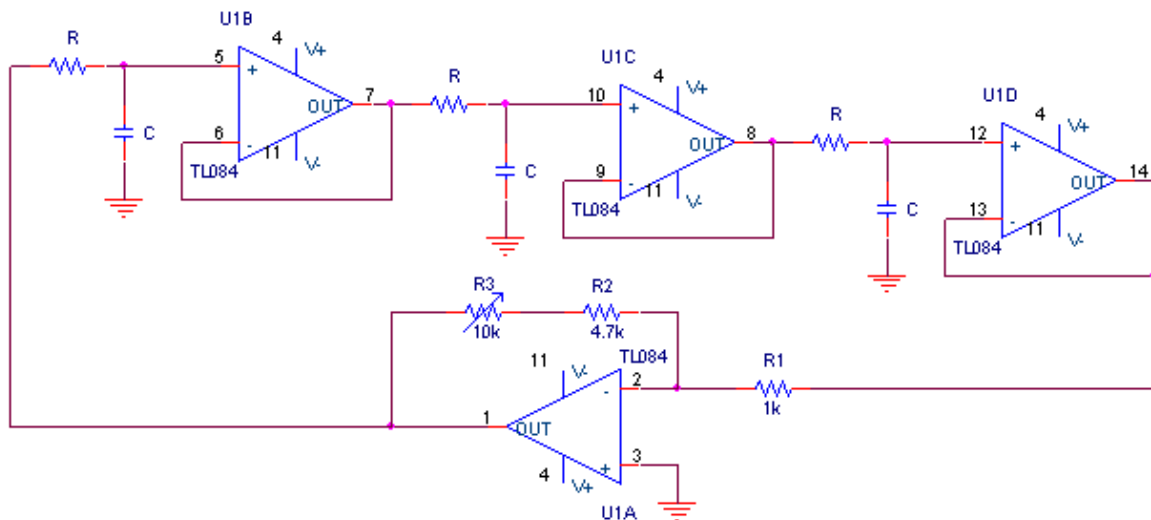

Figura 2 – Circuito oscilador implementado através de redes RC.
Neste experimento será implementado um oscilador composto por três redes passa-baixas (parte passiva) que fornecerão parte da defasagem necessária, e um amplificador inversor a opamp (parte ativa) que fornecerá ganho e o restante da defasagem. O circuito a ser montado é mostrado na Figura 2.
2) Monte o circuito da Figura 2 em malha aberta, sem a conexão da saída do amplificador inversor com a rede RC. Aplique um sinal senoidal de 5 kHz no resistor de entrada. Meça a defasagem entre as saídas de cada amplificador operacional e a amplitude. Compare com os valores calculados. Documente as formas de onda.